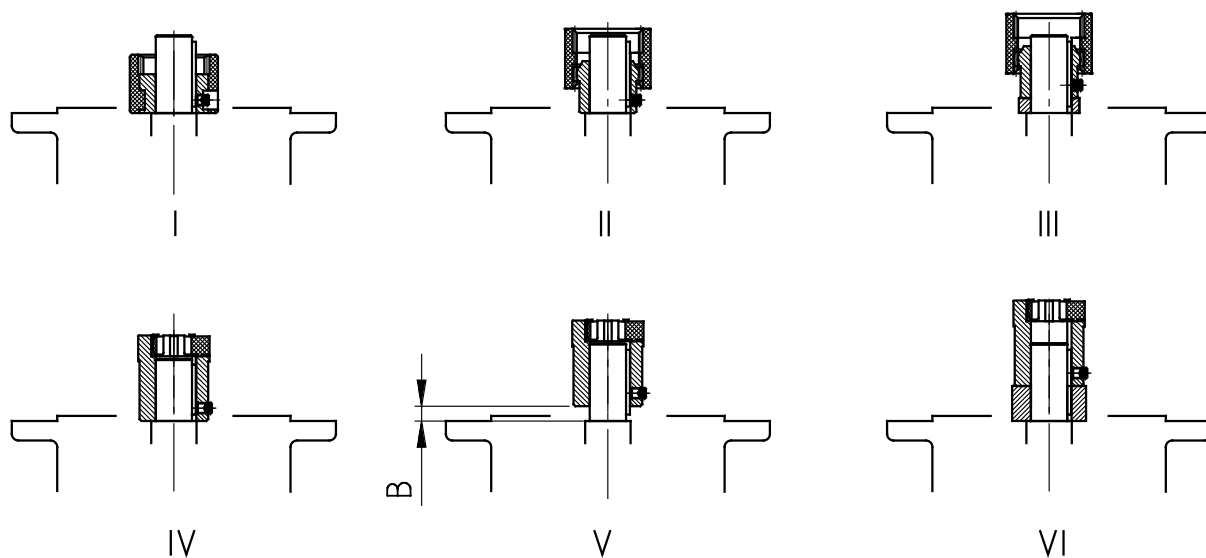

Figure 17 : Montage de l'accouplement sur l'arbre du moteur pour différents types d'accouplements
3. Pousser le manchon d'accouplement sur l'arbre du moteur conformément aux indications du fabricant du moteur, jusqu'à la butée sur l'épaule. Pour les moteurs de taille 90, 160, 180 et 225, disposer éventuellement les bagues entretoises fournies, entre le manchon d'accouplement et l'épaule. Dans le cas des réducteurs à engrenages cylindriques de la gamme standard, respecter la cote B entre le manchon d'accouplement et l'épaule (voir Figure 17). Certains modules NEMA nécessitent un positionnement de l'accouplement conforme aux spécifications indiquées sur l'autocollant.